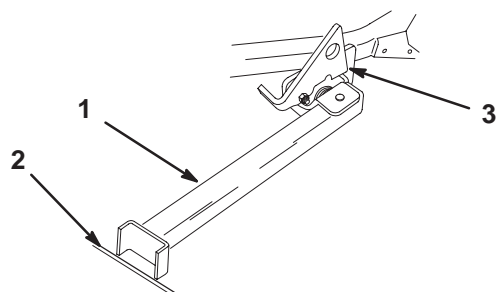

Figure 26
4. Posez le pied du support sur le sol et appuyez le verrou sur la languette de pivot (Fig. 26).
Remarque : Pour de meilleurs r sultats, placez le pied du support dans des anfractuosit s du trottoir ou du gazon (Fig. 26).
6. Montez la machine sur le support. Arr tez-vous quand le verrou retombe sur la languette en position verrouill e (Fig. 26). Lorsque la machine est sur le support, serrez le frein de stationnement et arr tez le moteur.